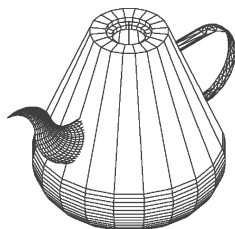

图 11-58 消隐处理后的茶壶模型
(12) 关闭“辅助线”图层。单击“视图”选项卡“视觉样式”面板中的“隐藏”按钮, 对模型进行消隐处理, 结果如图 11-58 所示。